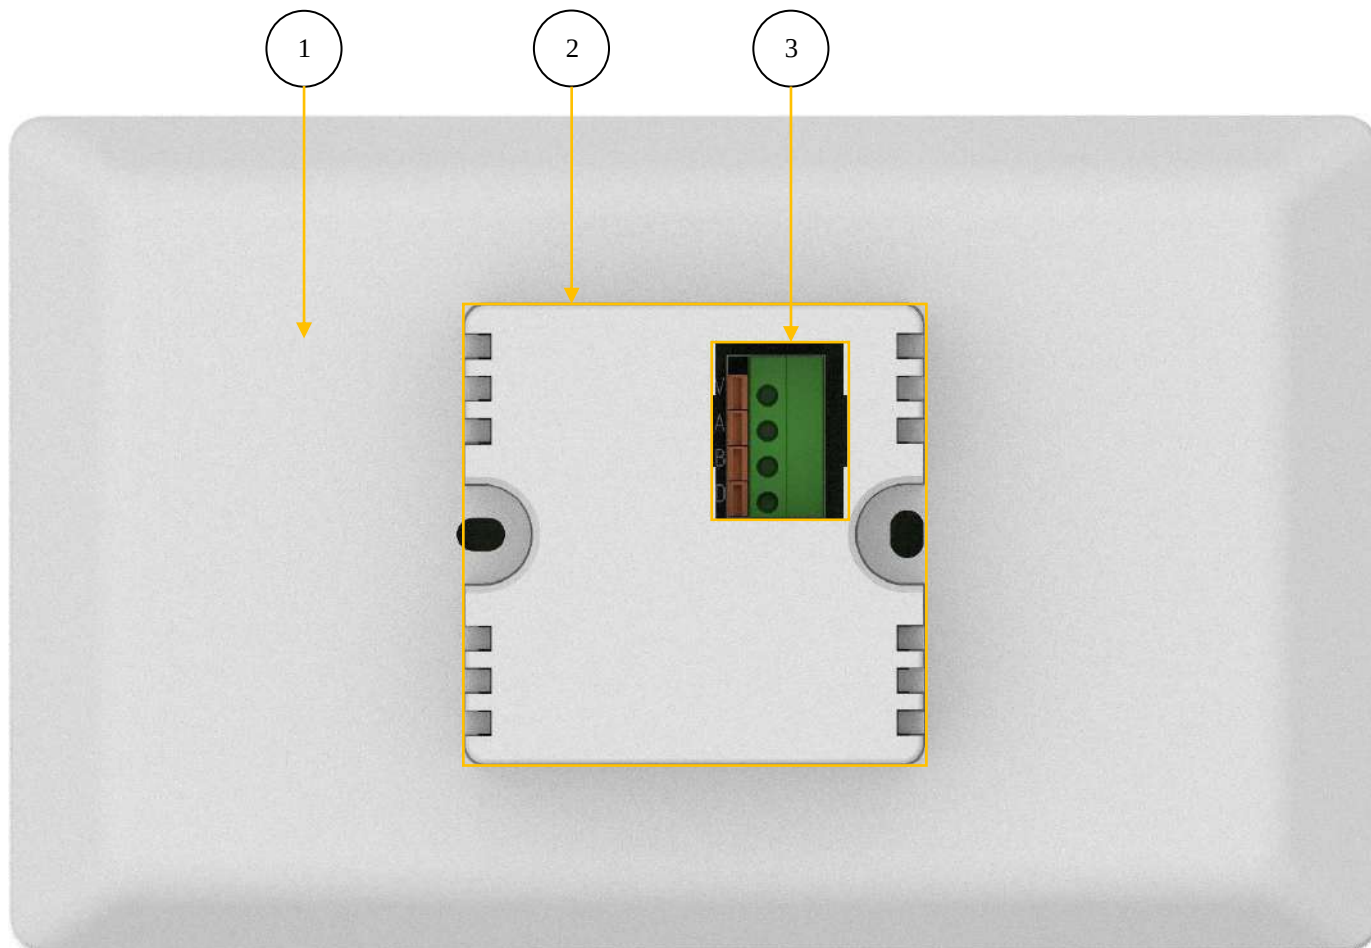
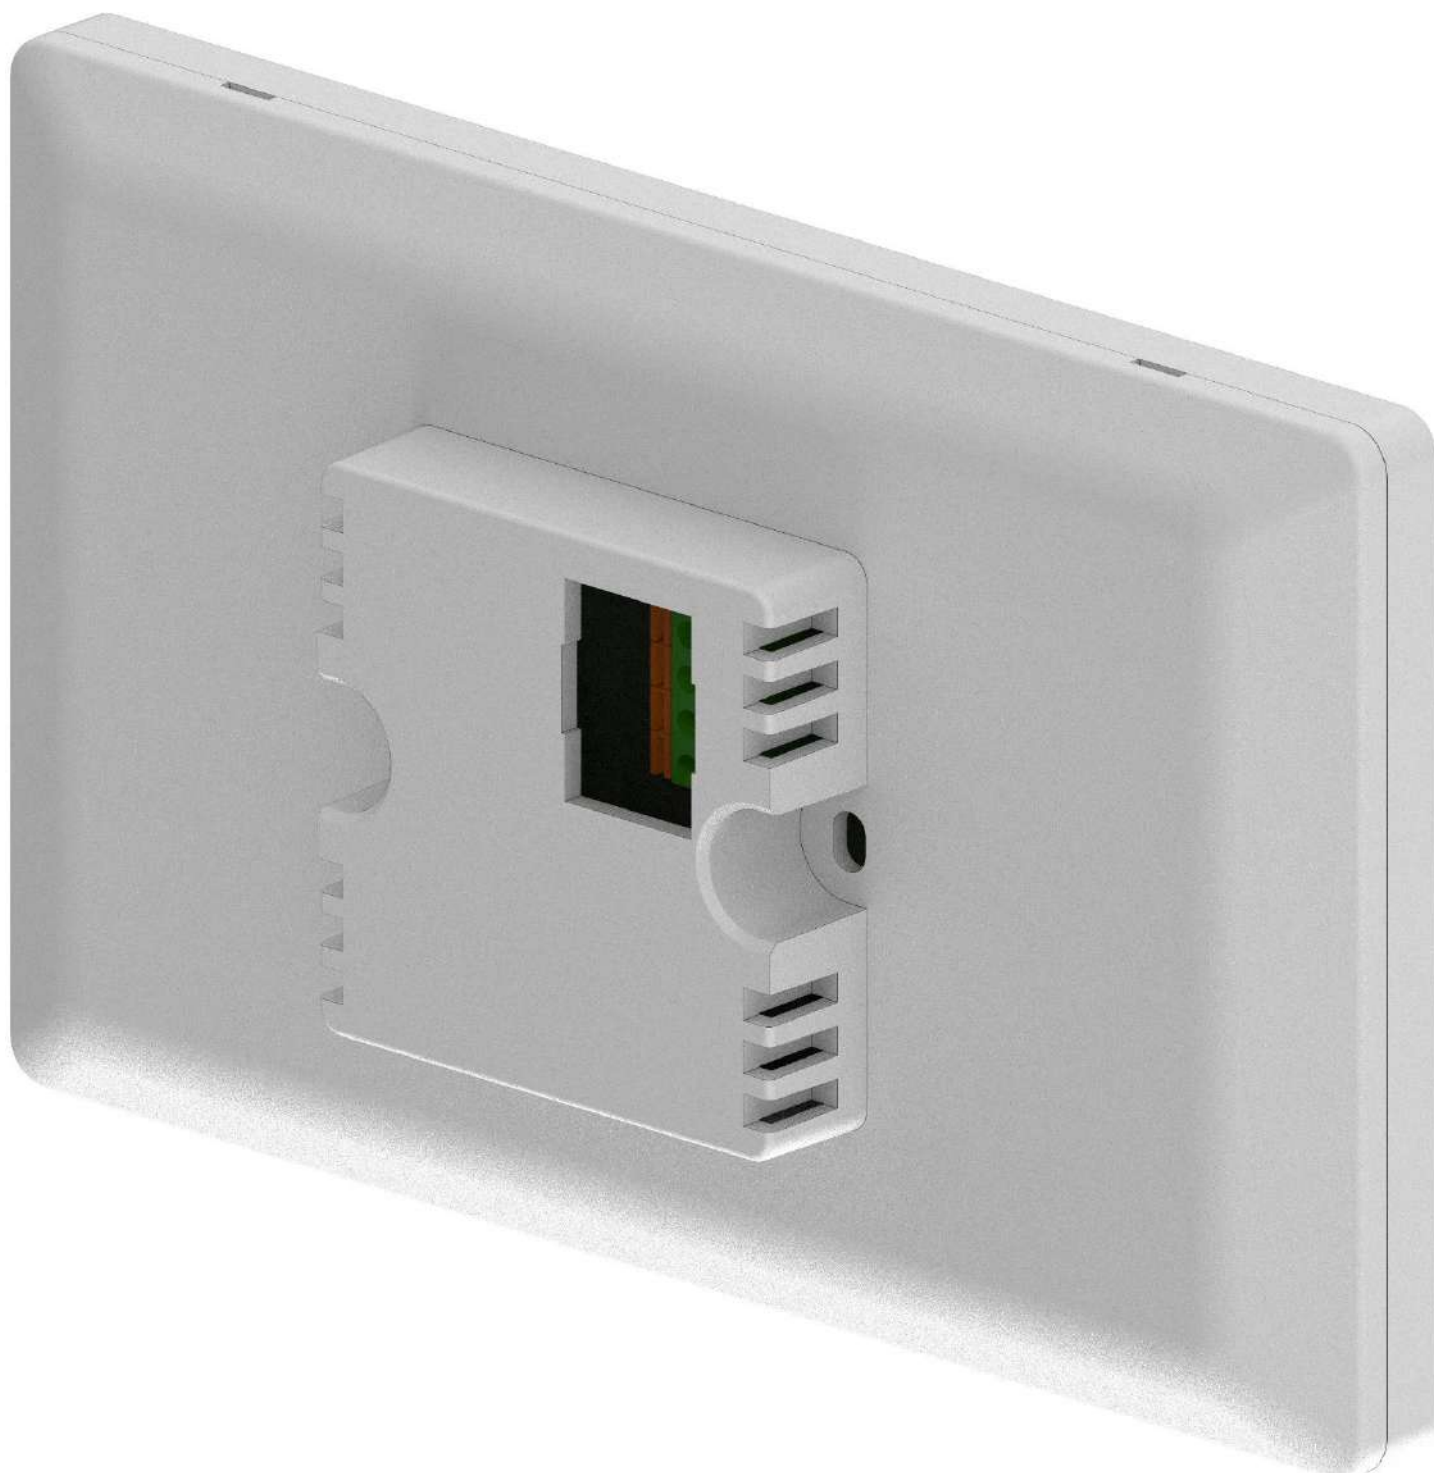

Рис. 12.: Дисплейный модуль. Вид сзади.
Рис. 13.: Дисплейный модуль. Изометрия.
2.2. Задней крышки (Рис. 12.: Дисплейный модуль. Вид сзади., Рис. 13.: Дисплейный модуль. Изометрия)